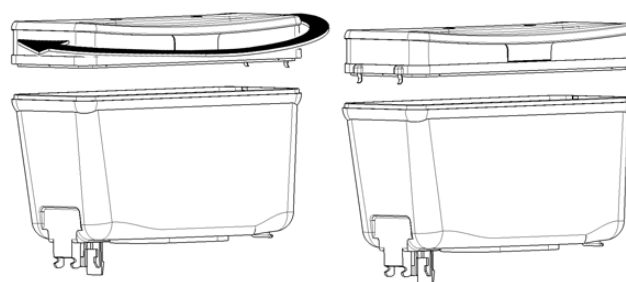

figura 2
- 9 Per spegnere le luci del coperchio è sufficiente ruotarlo di 180°.(vedere figura 2)